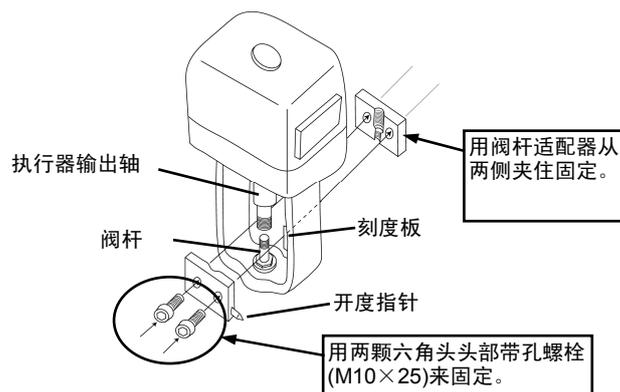

图 6
- (4) 用阀杆适配器将执行器输出轴与阀杆连接。(参照图6)